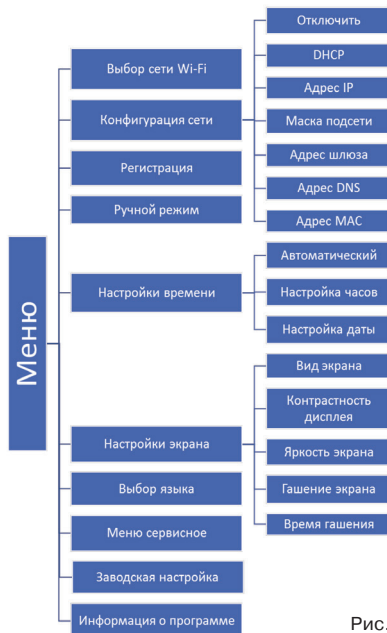

Рис.4
6.1. Структура меню модуля показана на схеме (рис. 4).